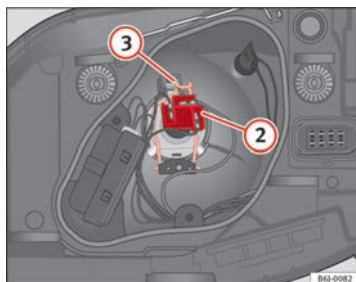

Abb. 148 Abblend- / Fernlicht bei Einfachscheinwerfer
- Ziehen Sie den Stecker ⇒ Abb. 148 ② von der Lampe ab.
- Nehmen Sie die Haltefeder ⇒ Abb. 148 ③ durch Eindrücken und Rechtsdrehung ab.